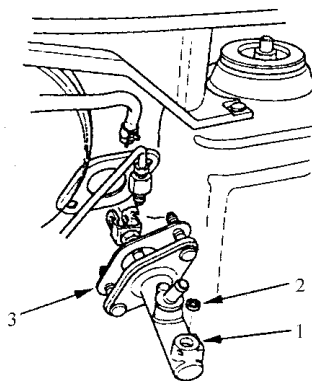

图 4-4 拆卸主油缸
5) 拆除图 4-4 所示的离合器主油缸。将 O 形密封圈和离合器主油缸从主油缸上拆除。